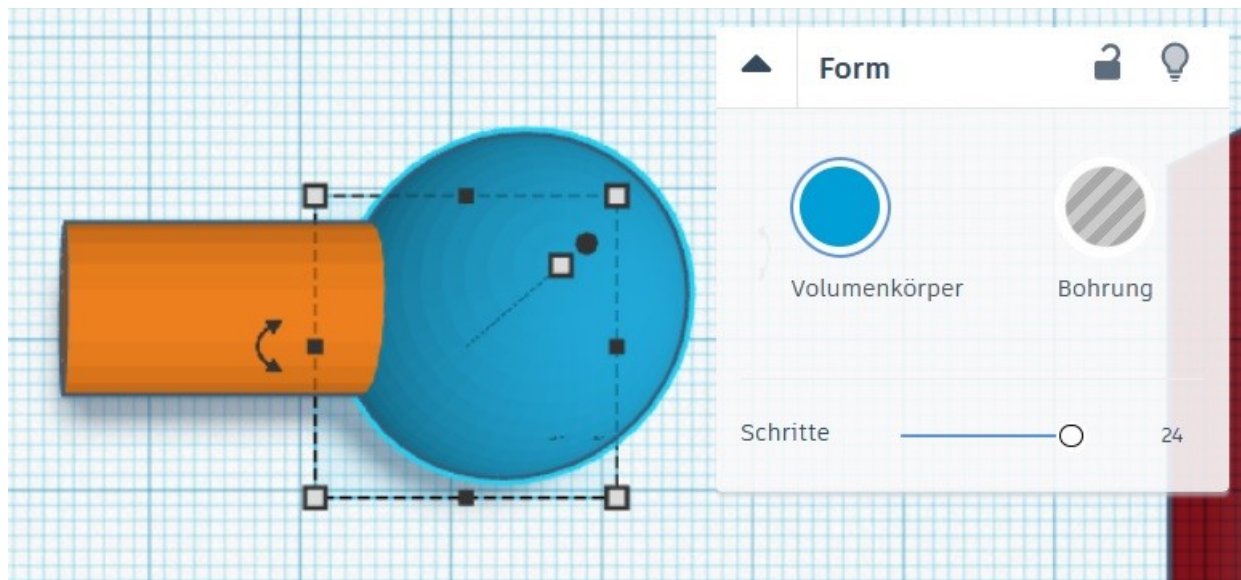

Abb. 6: Einstellung der „Schritte“ und finale Ausrichtung des Zylinders
6. Der Zylinder wird mit den Pfeiltasten zur Kugel bewegt, sodass der Zylinder in die Kugel hineinragt. Anschließend wird die Kugel ausgewählt und die „Schritte“ der Kugel werden höher gestellt, sodass die Oberfläche glatter wird (Abb. 6).